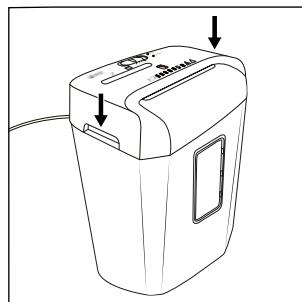

Abb. 2
- ◆ Fassen Sie den Schneidaufsatz **6** an beiden integrierten Tragemulden **8** und setzen Sie ihn so herum auf den großen Auffangbehälter **12**, dass das Netzkabel **1** nach hinten und das Sichtfenster **11** des großen Auffangbehälters **12** nach vorne zeigt (siehe Abb. 2).
- ◆ Fassen Sie den Schneidaufsatz ⑥ an beiden integrierten Tragmulden ⑧ und setzen Sie ihn so herum auf den großen Auffangbehälter ⑫, dass das Netzkabel ① nach hinten und das Sichtfenster ⑪ des großen Auffangbehälters ⑫ nach vorne zeigt (siehe Abb. 2).